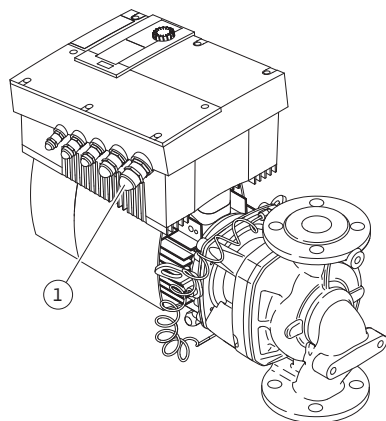

Fig. 27: Кабельный ввод M25
- Кабель для подключения к сети нужно проводить через кабельный ввод M25 (Fig. 27., поз. 1).